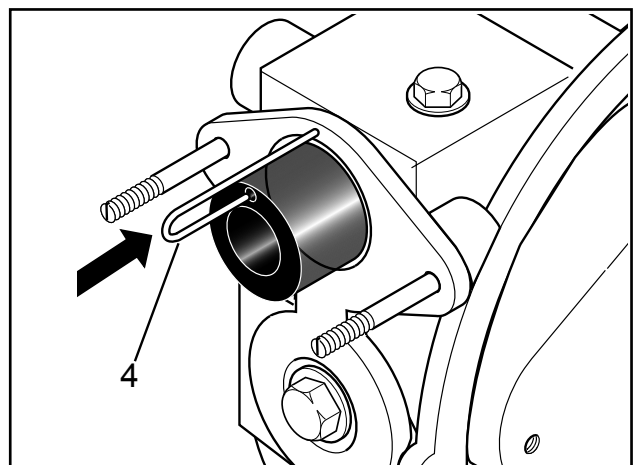
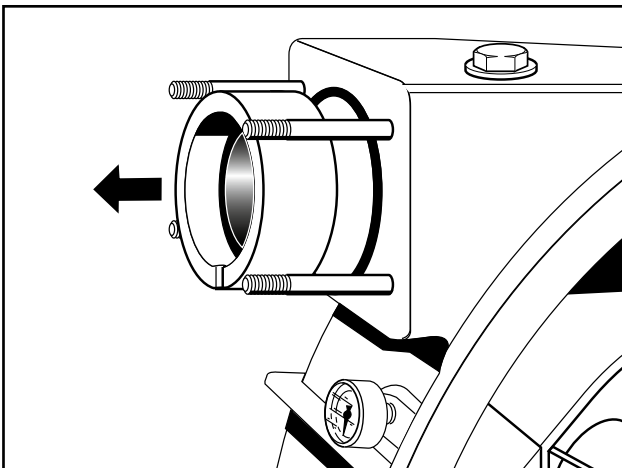

Рис. 15 4 вентиляционные трубки IP100/200
Рис. 17 Демонтаж набора зажимных колец
6. Затем вынуть вентиляционную трубку с нагнетательной и всасывающей сторон (рис. 15 или 16). Снять со шланга (рис. 17) установочное, зажимное, дистанционное кольцо и уплотнительное кольцо круглого сечения.